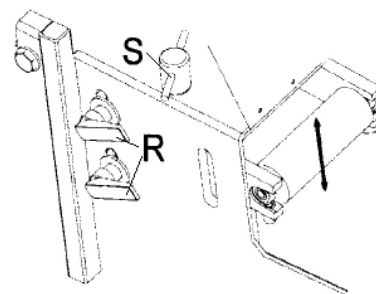

Fig. 6
1. Maak beide klemmen (R, fig.6) los.
2. Stel de gewenste hoogte van de voorste roller in met de stelschroef (S, fig.6).